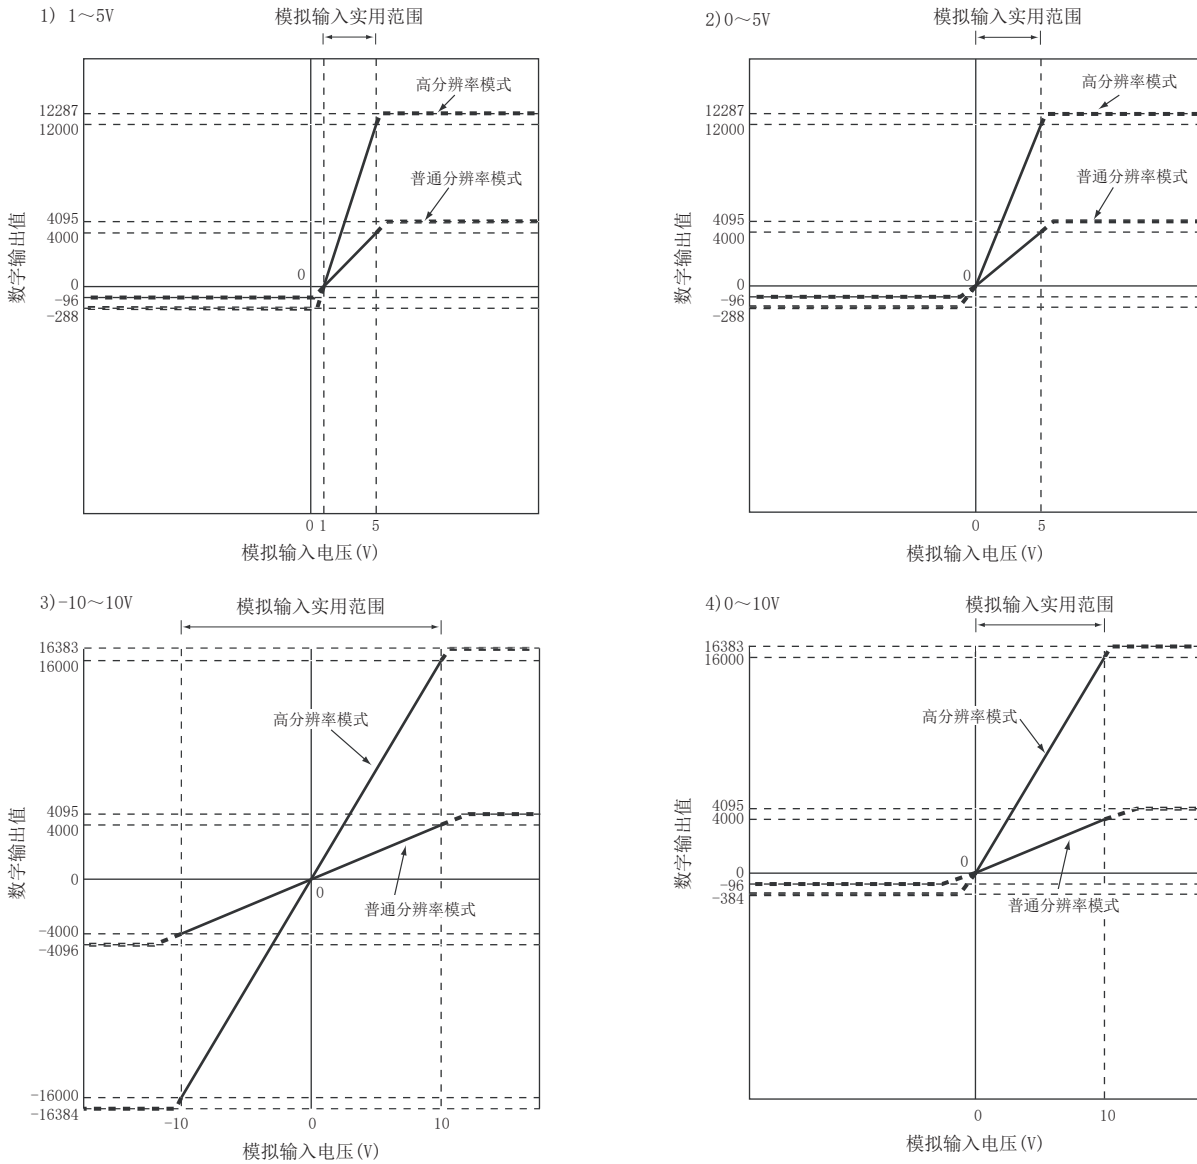

图 3.1 Q68AD-G 的电压输入特性 (1/2)
电压输入特性的曲线图如图 3.1 所示。
- (1) 应在各输入范围的模拟输入范围以及数字输出范围的范围内使用。如果超出了该范围，分辨率、精度有可能不在性能规格范围内。（应避免使用图 3.1 的虚线部分。）
- (2) 请勿输入 -15V 及以下，15V 及以上的电压。否则元件可能被破坏。
- (3) 用户范围设置的偏置值、增益值应在满足以下条件的范围内设置。